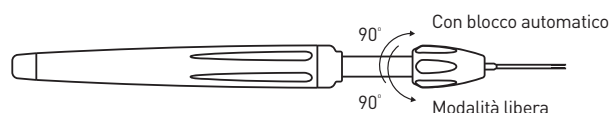

Figura 3: modalità del manipolo
4. Verificare il funzionamento di entrambe le modalità operative del manipolo (modalità libera e con blocco automatico). Commutare le modalità ruotando la parte superiore del manipolo di 90° (vedere la figura 3).